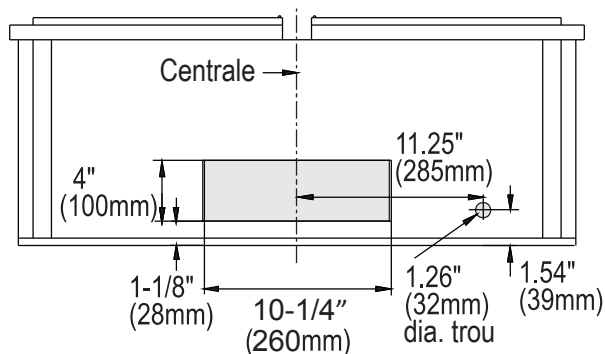
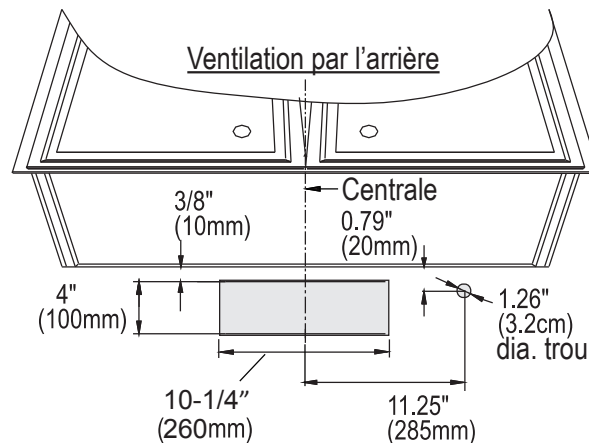

Fig.3
Fig.4
- A. Déterminer si votre système de ventilation existant évacue l'air par le haut ou par l'arrière. Veiller à ce que les ouvertures dans l'armoire ou dans le mur pour le clapet et pour l'accès à l'électricité sont à des endroits appropriés et sont de tailles appropriées. Voir la Fig. 3 si votre ventilation est par le haut ou voir Fig.4 si elle est par l'arrière.